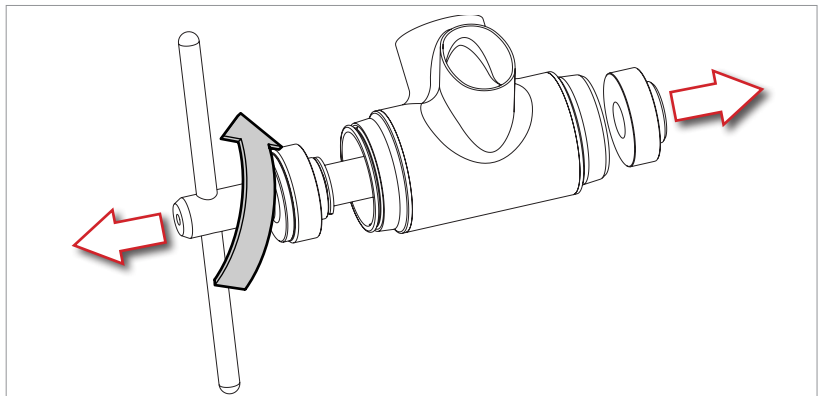

Fig.4
- Tourner le levier de l'outil UT-BB240 dans le sens inverse des aiguilles d'une montre jusqu'à dévisser complètement le guidage de la cuvette gauche puis enlever la vis (Fig. 4).